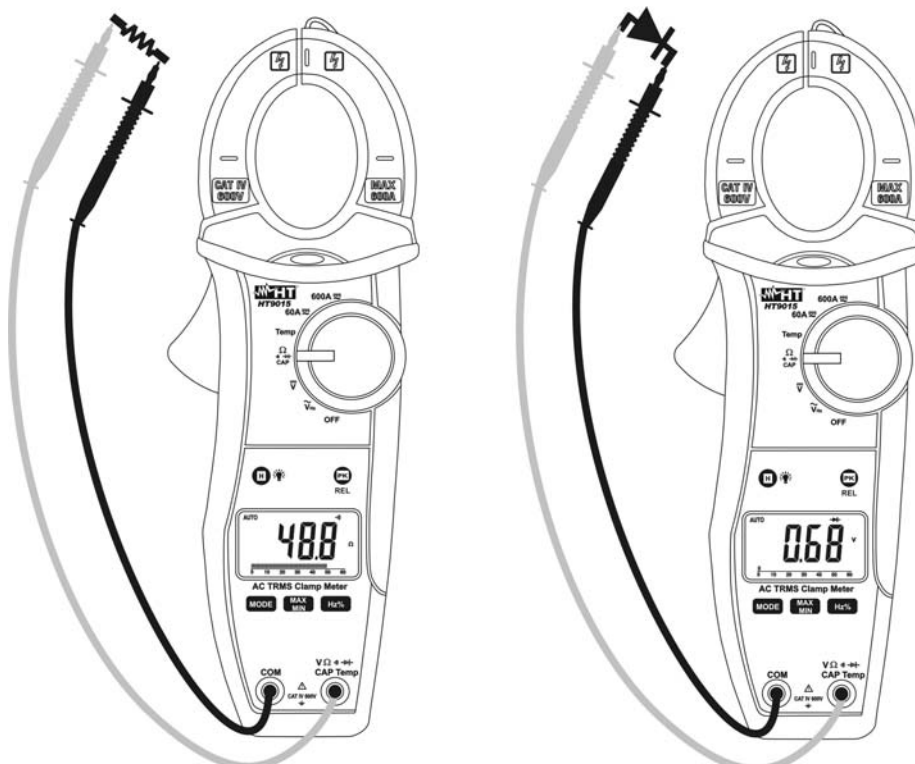

Fig. 6: Mätning av genomgångs- och diodtest
11. Anslut den röda testledningen till anoden på dioden och den svarta på katoden (se fig. 6 – hgra bilden). Byt position av ledningarna för omvänd mätning.